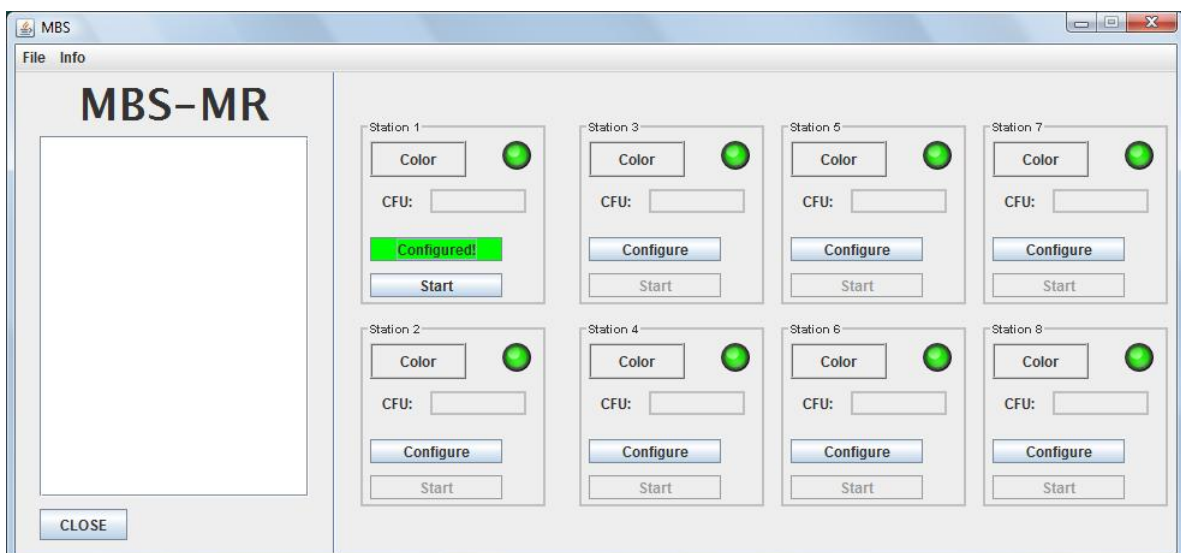

Fig. 16. MBS-MR – Interfaccia utente, stazione configurata
- A questo punto la stazione risulta configurata, il pulsante "Configure" cambia in "Configured" e assume il colore verde (fig. 16).